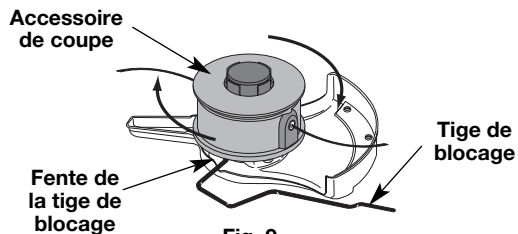

Fig. 9
- Tout en tenant la tige de blocage, retirez l'accessoire de coupe de l'arbre de sortie en le tournant à droite (Fig. 9). Rangez l'accessoire de coupe pour un usage ultérieur.